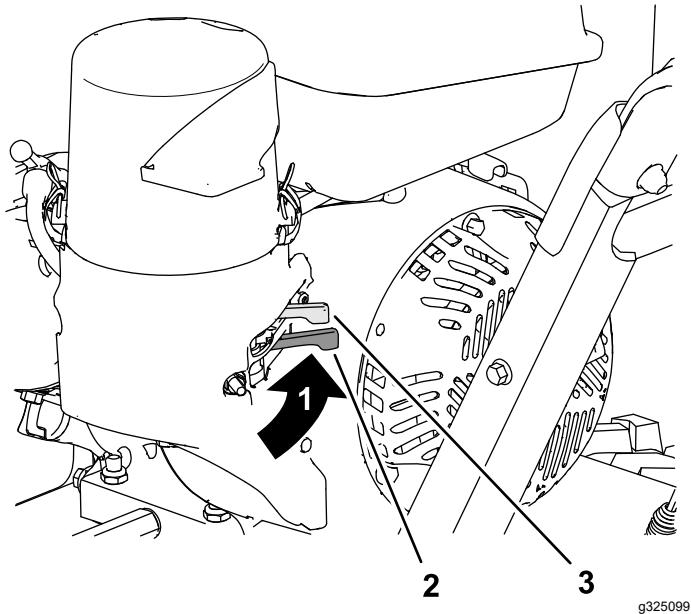

Figure 11
Tournez le robinet d'arrivée de carburant, situé sous le starter, vers la droite pour ouvrir l'arrivée de carburant (Figure 11).
2. Sur le côté arrière gauche du moteur, déplacez la commande de starter vers la gauche en position EN SERVICE. Si le moteur est chaud, laissez le starter en position HORS SERVICE (Figure 11).
6. Laissez chauffer le moteur quelques minutes, puis tournez la commande de starter vers la position HORS SERVICE (Figure 11).
- Le robinet d'arrivée de carburant vous permet de couper l'arrivée de carburant si vous n'avez pas l'intention d'utiliser la machine pendant plusieurs jours, lorsqu'elle est remisée dans un local fermé, et pendant son transport d'un lieu à un autre (Figure 11).